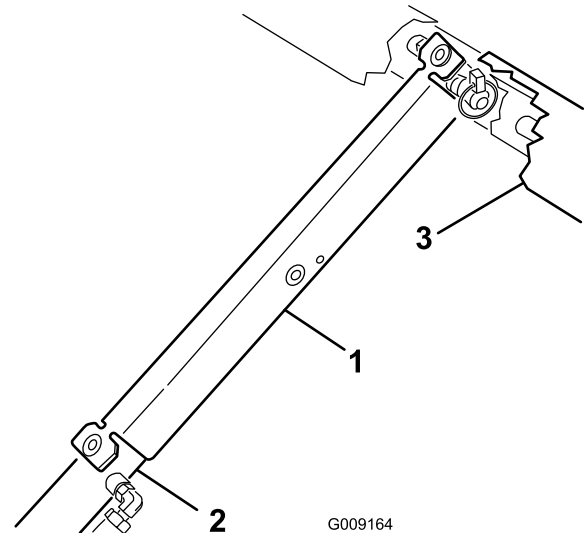

図 2
- C. 荷台サポートをシリンダロッドにはめ込み、安全サポートの端部のタブでシリンダバレルの端とシリンダロッドの端を確実に支える 図 2。
1. シリンダロッドに取り付けていたサポートを外す 図 2 「キットの取り付け準備を行う」を参照。